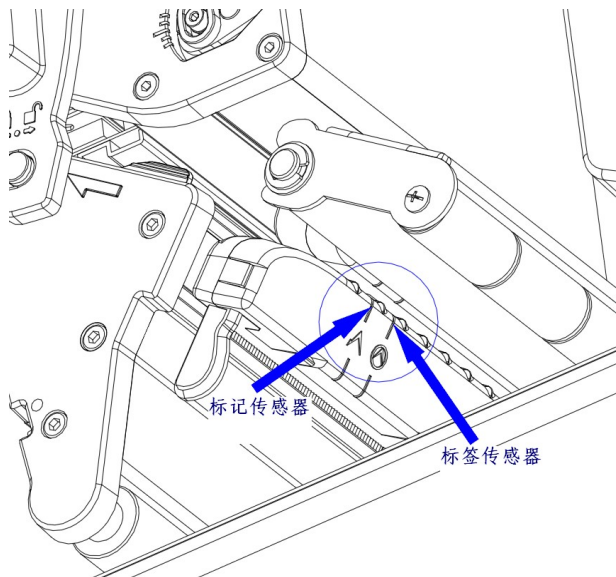
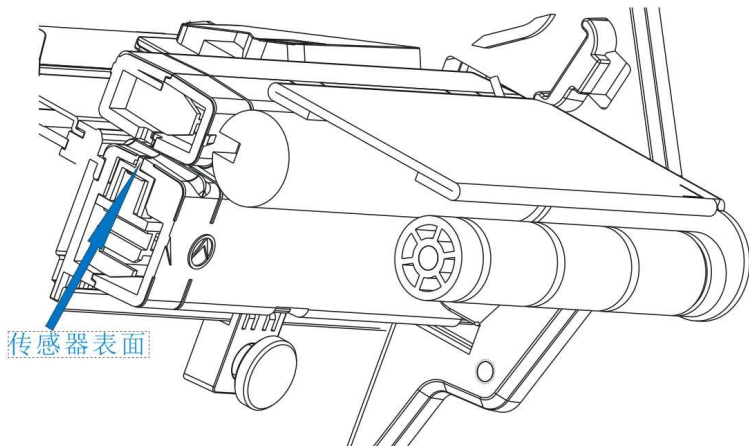

图 4.2.1
图 4.2.2 (剖面图)
- 3) 用酒精棉球（应拧干）擦除透射传感器（见图 4.2.1 和图 4.2.2）表面的灰尘、污点；